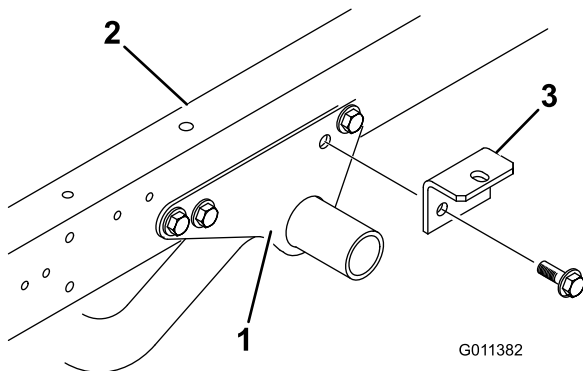

Figure 5
1. Retirez (2) vis à tête-embase et les contre-écrous à embase qui fixent l'arrière de chaque support du bâti moteur à chaque côté du cadre du véhicule (Figure 5).
2. Montez sans serrer le support de fixation sur chaque support du bâti moteur et du cadre du véhicule avec (2) vis à tête-embase et contre-écrous retirés précédemment (Figure 5).